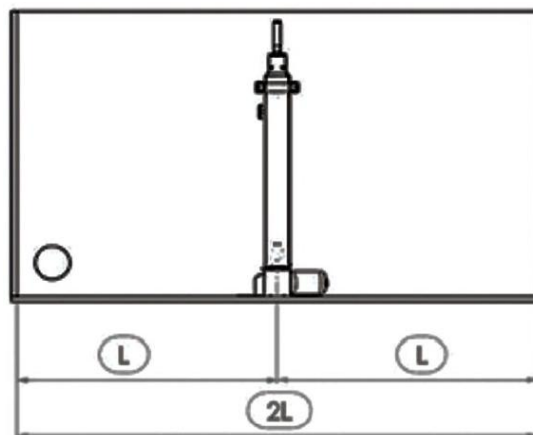

Abb. 1
- 122. Stellen Sie die Säule in die Mitte des Schrankes (Abb. 1).